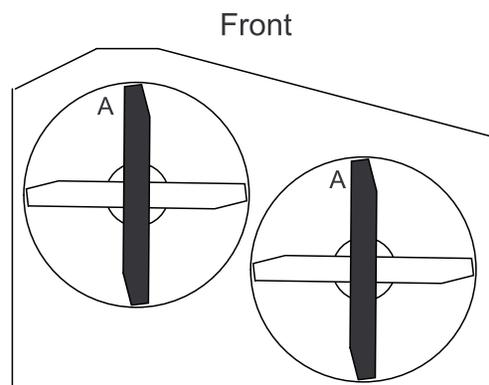

Figure 48
3. Tournez les lames dans le sens longitudinal. Mesurez la distance entre la surface plane et le tranchant (position A) des lames (Figure 48).